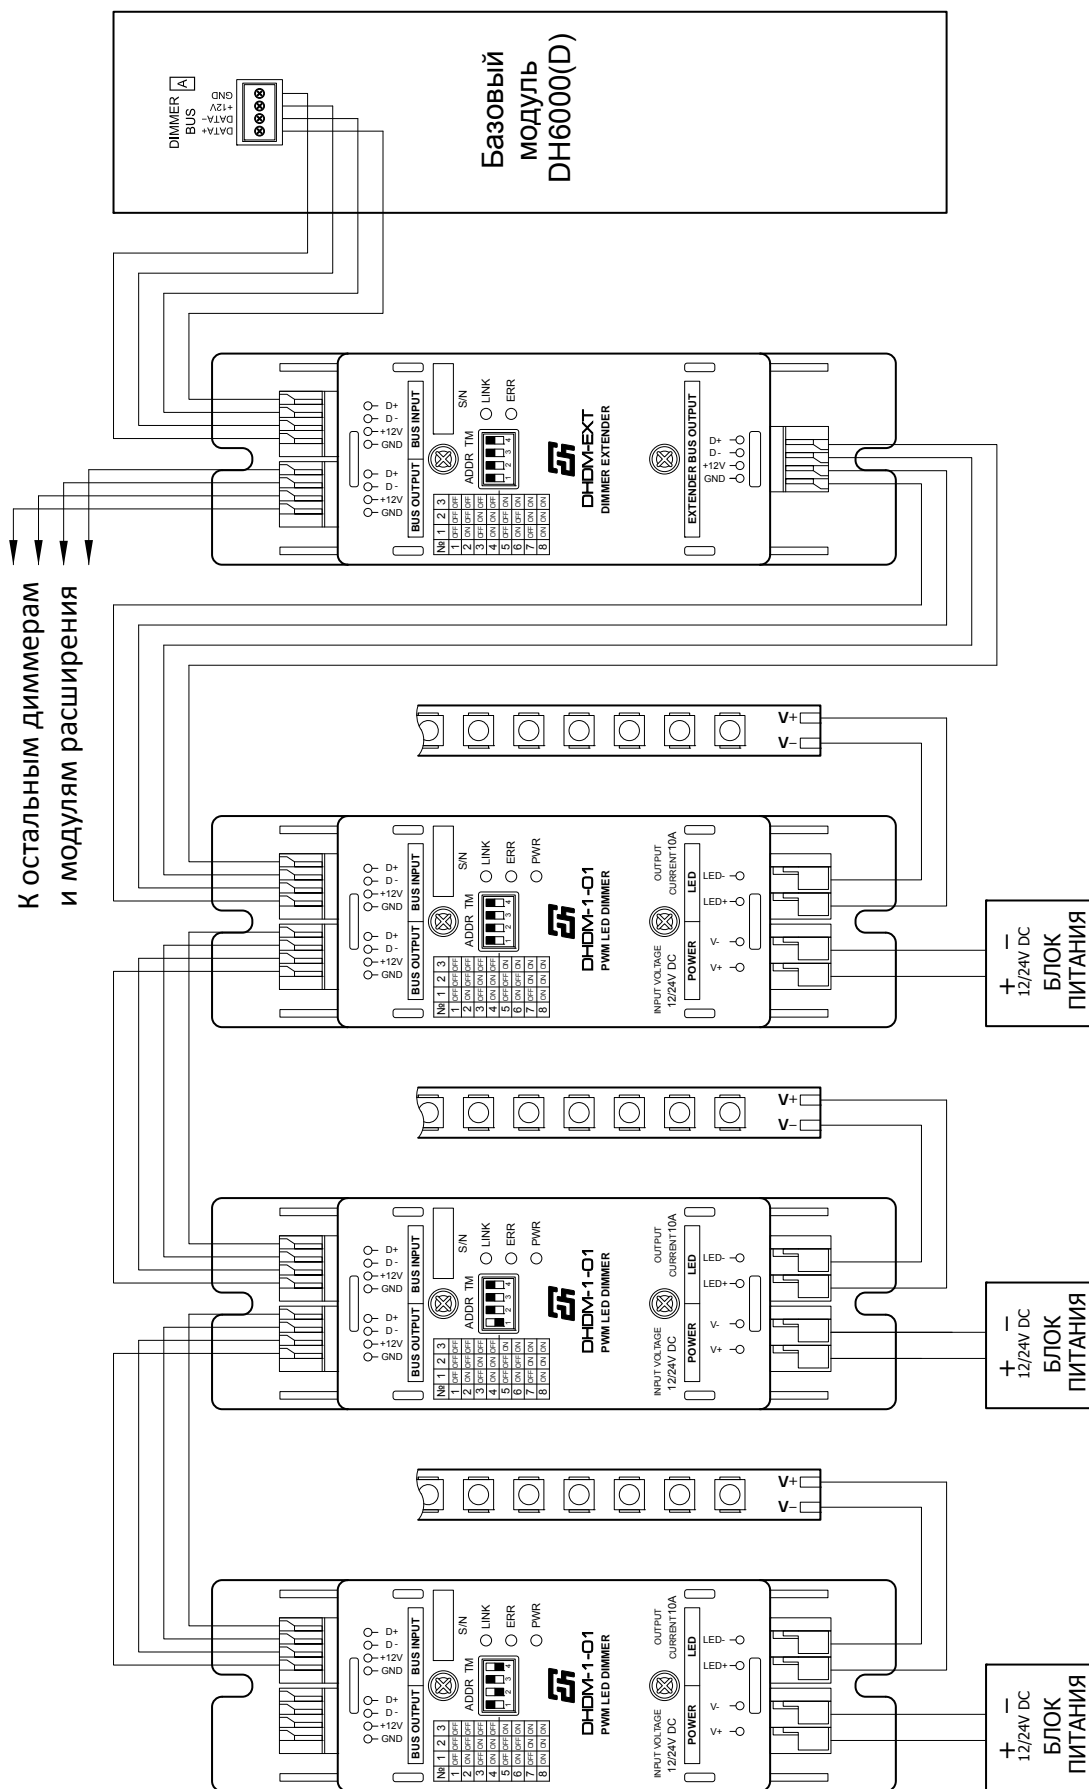

Рис. 3. Схема подключения трех диммеров DHDM-1-01 к модулю расширения DHDM-EXT
2. На шине диммеров нет свободных адресов. В этом случае диммеры, которые должны работать параллельно, подключаются к модулю расширения DHDM-EXT. Модуль расширения принимает данные из шины диммеров, в соответствии с установленным адресом, и транслирует их на свой выход. Все диммеры, подключенные к шине модуля расширения, получают одинаковые данные и работают параллельно. К модулю расширения можно подключить до 8 диммеров. У каждого диммера должен быть установлен свой адрес переключателем ADDR. Не допускается использование диммеров с одинаковыми адресами. У самого последнего диммера на шине модуля расширения, движок переключателя ТМ должен быть переведен в положение ON. Этот переключатель подключает к шине терминальный резистор для согласования шины. Адреса необходимо устанавливать для того, чтобы можно было определить, на каком диммере есть неисправность, и какая. Информация о правильном подключении диммеров к шине модуля расширения, наличии напряжения питания светильников, срабатывании системы защиты от короткого замыкания в нагрузке и перегреве диммера передается в базовый модуль и отображается в программе конфигурации. Схема подключения нескольких диммеров DHDM-1-01 к модулю расширения DHDM-EXT приведена на рис. 3.